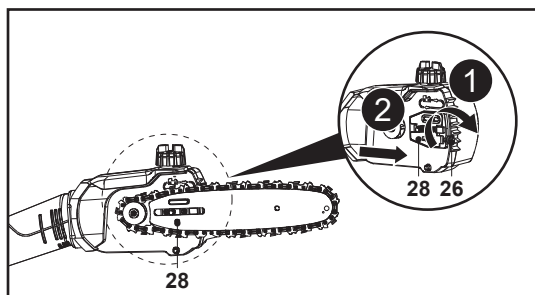

Fig. 9
8. Slăbește șurubul de tensionare (26) cu unealta multifuncțională (31) în sens orar pentru a regla știftul de tensionare (28) / lama de ghidare (19) spre dreapta pentru a strânge lanțul (20) (fig. 9).